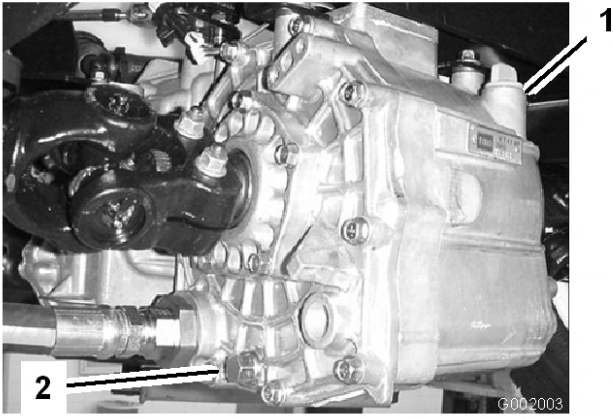

図 63
3. 油圧オイル・タンクの側面にあるドレン・バルブをゆるめ、流れ出すオイルを容器に受ける(図 63)。